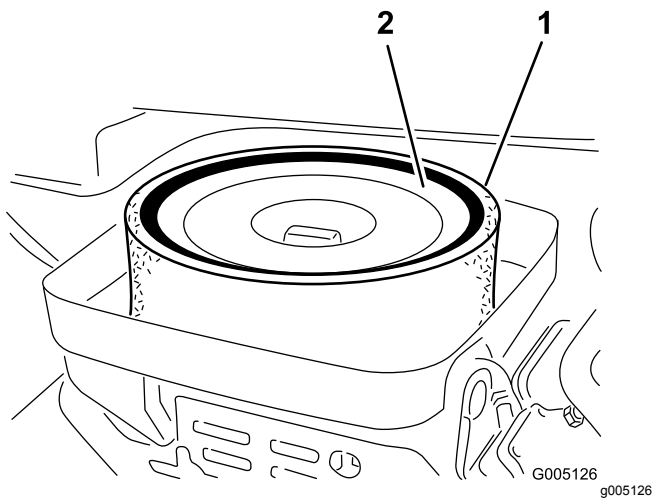

図 31
3. エレメントをエアクリーナに固定している蝶ナットを外す 図 31。
4. スポンジ 図 31 を点検し、汚れていればペーパーエレメントから外す。以下の要領で丁寧に清掃してください